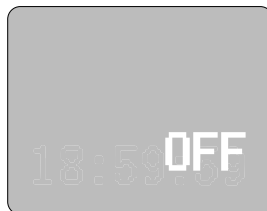

Figure 1
1. Lorsque le radiateur est sous tension, l'écran affichera OFF (Figure 1).